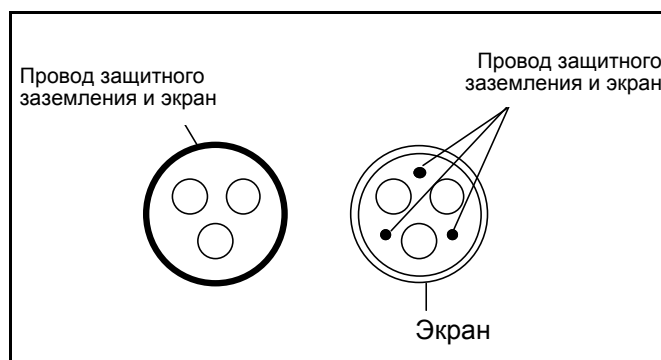

Рисунок 17.
- 2 = симметричный силовой кабель, снабженный концентричной защитной проволокой и предназначенный для определенного напряжения сети. (Рекомендуется кабель МСМК или аналогичный.) См. рис. 17.
- 3 = симметричный силовой кабель, снабженный плотным низкоомным экраном и предназначенный для определенного напряжения сети. [Рекомендуется кабель МССМК, ЕМСМК или аналогичный; рекомендуемое полное проходное сопротивление кабеля (в диапазоне 1...30 МГц) не более 100мОм/м.] См. рис. 17.
- * Круговое (360) заземление экрана с помощью кабельных сальников **со стороны двигателя** необходимо для обеспечения ЭМС уровня C2.